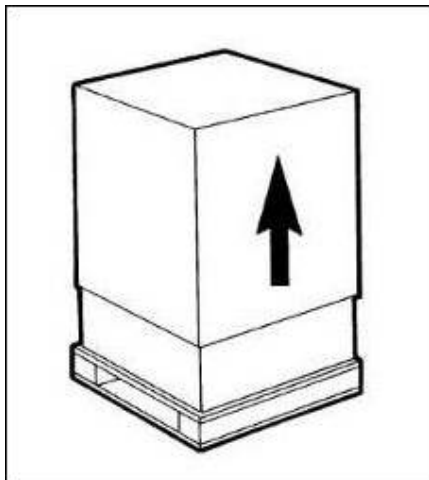

Fig. 18
- a. Rimuove l'imballo (Fig. 18) e conservarne tutti gli elementi per lo stoccaggio invernale.